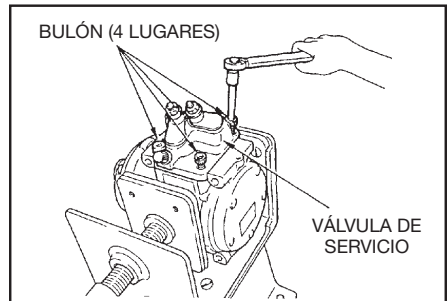

figura 3
7. Conecte las válvulas de servicio al compresor usando los bulones originales y enrósquelos a 24,5 N•m(250 kgf•cm, 18,1lbf•ft). (Ver figura 3)